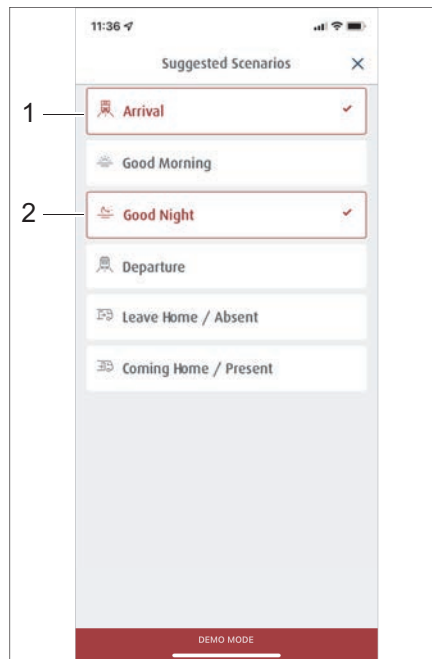
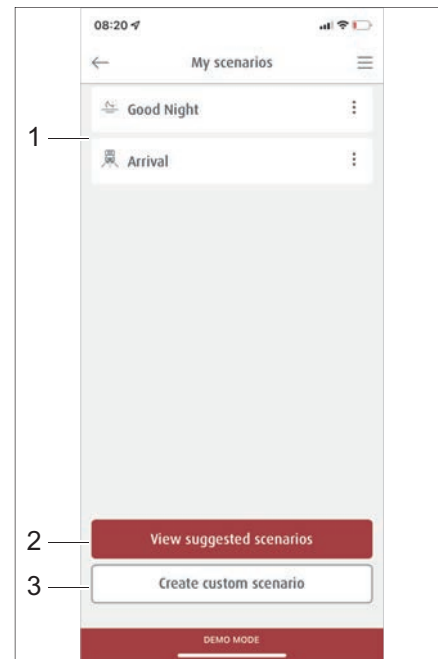

Fig. 277 Selección de escenarios preparados
Fig. 278 Gestión de escenarios
En el área *Escenarios* se muestran todos los escenarios (Fig. 278,1) guardados, los escenarios preparados (Fig. 278,2) pueden verse o también pueden crearse de nuevos (Fig. 278,3).
- Presionar en el menú *Escenario* la opción *Ver escenarios preparados* (Fig. 278,2). Aparece una lista de escenarios preparados.
- Presionar la tecla del escenario deseado, por ejemplo, *Llegada* (Fig. 277,1) y *Buenas noches* (Fig. 277,2). Las opciones de los escenarios seleccionados aparecen enmarcadas en rojo y se incluyen en la lista del menú *Mis escenarios* (Fig. 278,1).